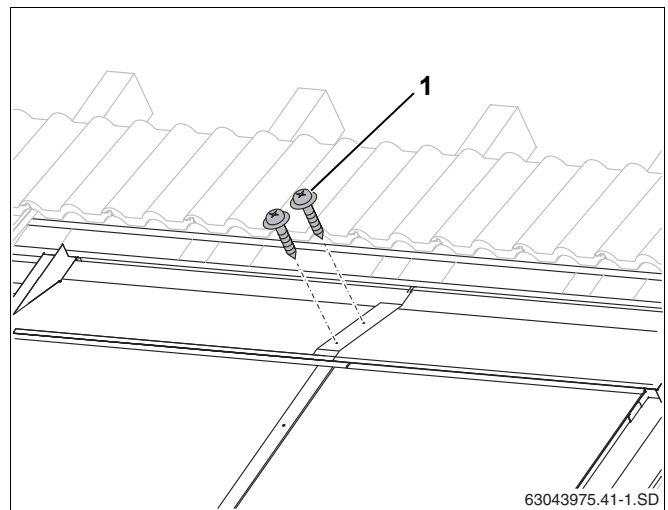

Рис. 58 Соединение верхних накладных листов саморезами
- ▶ Места перехлеста листов закрепите тремя прилагаемыми саморезами длиной 25 мм (рис. 58, поз. 1).